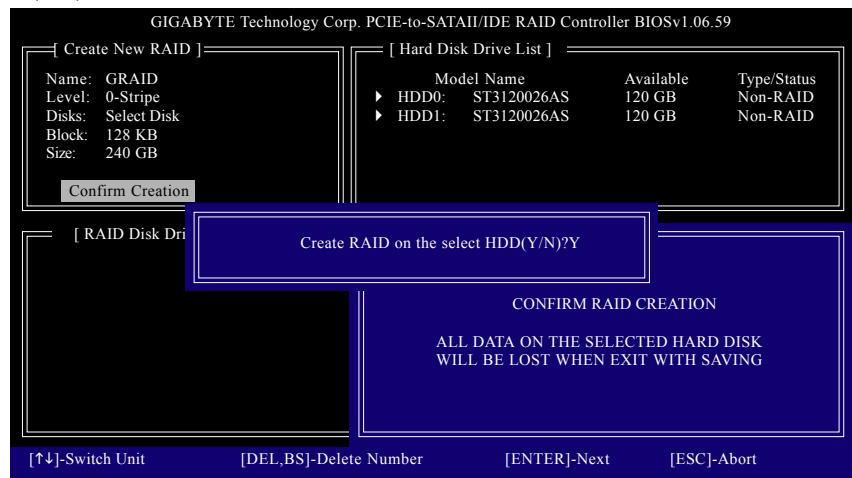

図 7
6. **作成の確認:** 上のすべてのアイテムが設定されたら、選択バーが Confirm Creation アイテムに自動的にジャンプします。<Enter> を押します。選択を確認するように求められたら (図 7)、<Y> を押して確認するか <N> を押して中断します。